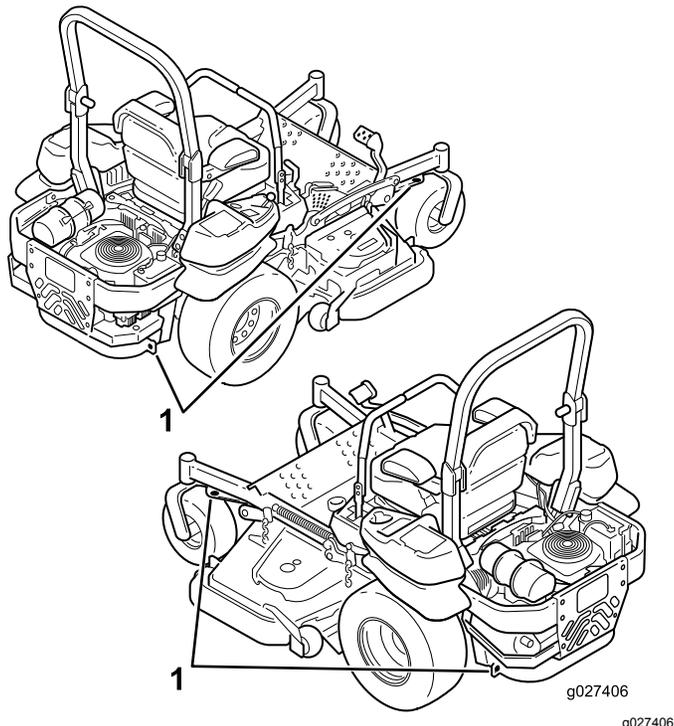

Figura 33
5. Utilice los puntos de amarre de la máquina para sujetarla firmemente al remolque o al camión con correas, cadenas, cables o cuerdas (Figura 33).